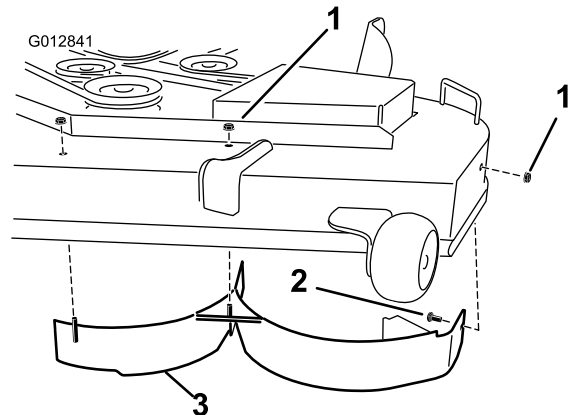

Figura 14
- **Para plataformas de 122 cm**, instale o abafador esquerdo utilizando três porcas (5/16 pol.) e um parafuso de carroçaria (5/16 x 3/4 pol.), como se mostra na Figura 14.